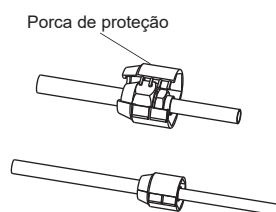

Fig.5-5
- A porca de proteção é uma peça de utilização singular, não pode ser reutilizada. No caso de remoção, deve ser substituída por uma nova. (Consulte a Fig. 5-5)